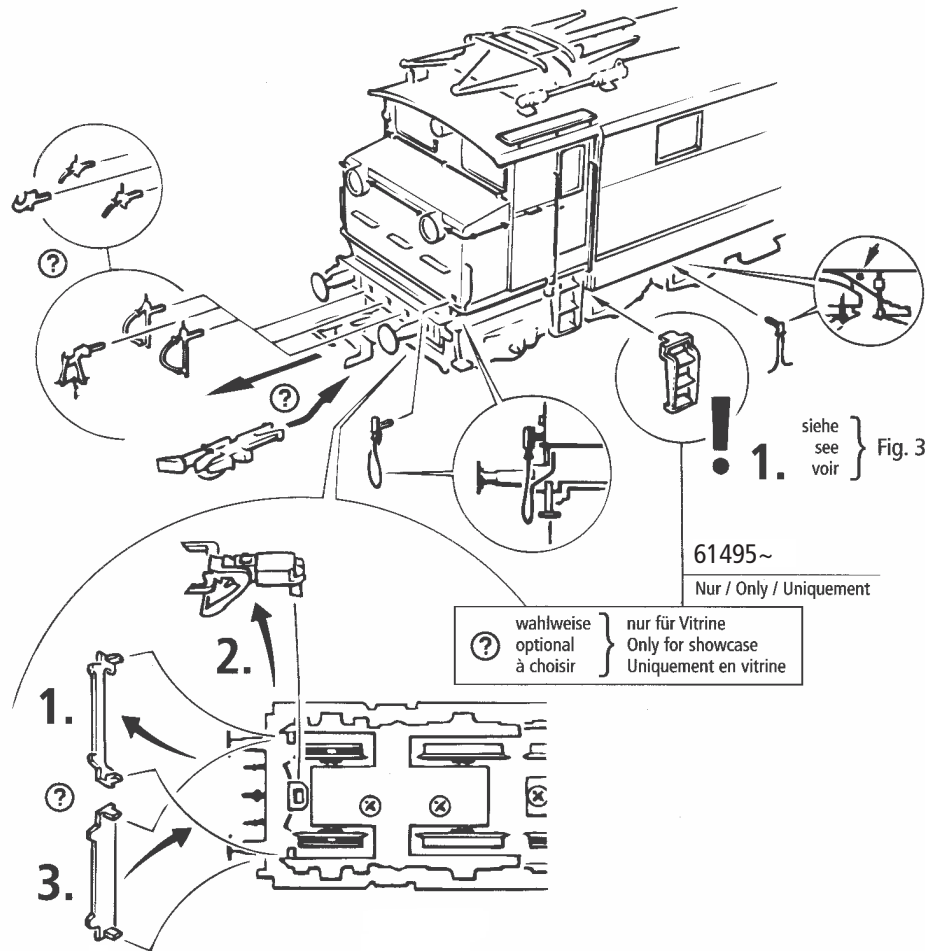

Fig. 3
Mehrzugbetrieb: Zuerst Lokgehäuse abnehmen (Fig. 3). Danach den Brückenstecker aus der Schnittstelle entfernen (diesen sorgsam aufbewahren). Danach den Stecker des Steuerbausteins lagerichtig einsetzen (siehe Fig. 7).
2. Schmierung: Versehen Sie die im Schmierplan in Fig. 6 gekennzeichneten Stellen mit nur **kleinen Öltropfen**. Dazu zuerst das Lokgehäuse abnehmen (Fig. 3). Wir empfehlen den ROCO **Öler Art.-Nr. 10906**. Fürs Schmieren der Getriebeteile (Zahnräder, Schnecke) empfehlen wir das **ROCO-Spezialfett Art.-Nr. 10905**. Im Falle der Schmierung diese Teile **nicht ölen**.
4. Motorwechsel: Lokgehäuse abnehmen (Fig. 3). Danach wird der Motor ausgebaut (Fig. 8).
2. Lubrication: Apply **tiny oil drops** to spots marked in fig. 6. Prior to lubrication dismantle locomotive (fig. 3). We recommend using item no. **10906, ROCO oiler**. For lubrication the gearparts (e.g. cogwheels, worm) we would recommend our ROCO **special grease** (item no. **10905**).
4. Motor Changing: First remove loco body (fig. 3), and then the motor (fig. 8).
2. Graissage: N'appliquez **qu'une toute petite goutte** aux endroits indiqués par le plan de graissage (fig. 6) après avoir démonté la caisse de la locomotive (fig. 3). Nous vous recommandons le **graisseur à huile ROCO réf. 10906**. Pour graisser les engrenages (roues dentées, vis sans fin) nous vous conseillons la **graisse spéciale ROCO réf. 10905** pour engrenages en matières synthétiques. Lorsque vous utilisez cette graisse il faut éviter d'huiler ces composants.
4. Remplacement du moteur: Démontez la caisse (voir fig. 3). Démontez ensuite le moteur (fig. 8).
1. siehe } Fig.3
voir } Fig.3